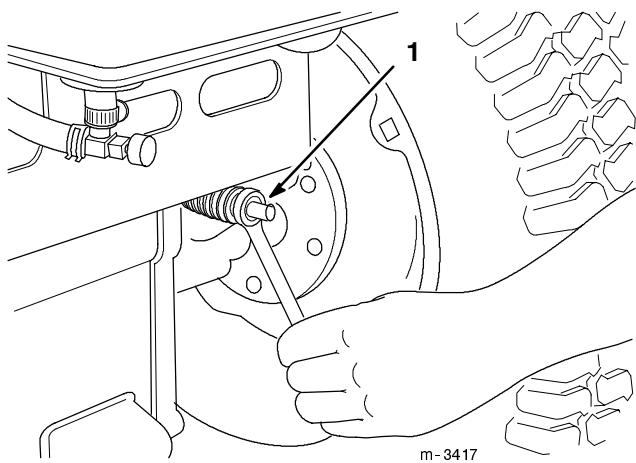

Abbildung 37
Die Einstellmutter für die Bremse befindet sich hinten am Traktor (Abb. 37). Wenn die Feststellbremse nicht sicher greift, ist eine Einstellung erforderlich.
4. Die Bremseneinstellmutter (Abb. 37) drehen, bis 51 mm (2") Spiel erreicht sind.